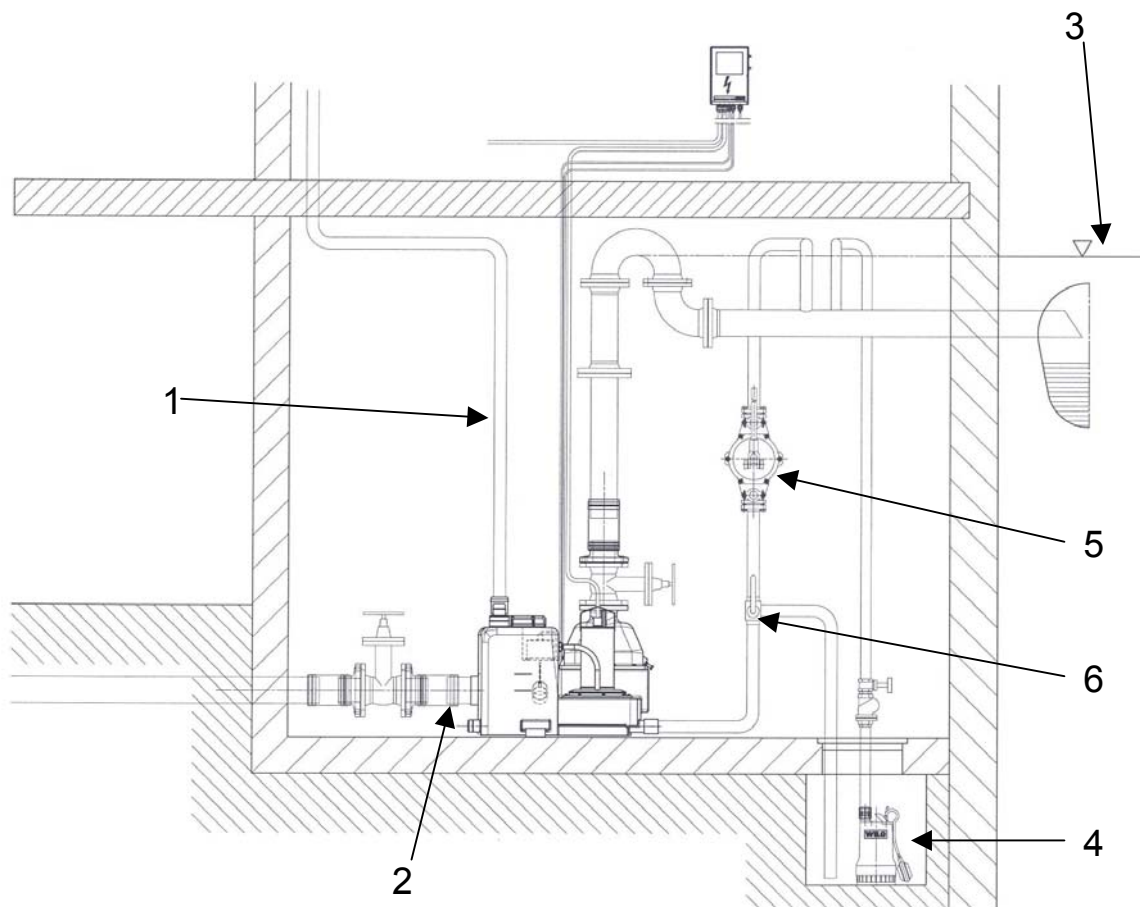

Bild 8
- En avstängningsventil erfordras som komplettering i tilloppsledningen framför behållaren samt bakom backventilen i tryckledningen enligt EN 12045-4 (Bild 8).
Som ett skydd mot eventuell återrinning från avloppsledningsnätet skall tryckledningen formas till en rörbøj, vars underkant måste ligga vid högsta punkten över lokalt fastställd uppdrämningsnivå (oftast gatunivån). (Jämför även Bild 8).
För automatisk dränning av uppställningsplatsen för en pumpstation för fäkalier skall en pumpgrop anordnas enligt EN 12050-1 (Bild 8).